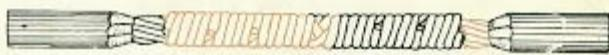

Figura 7
- Repita la misma operación con los alambres del otro extremo, pero esta vez en sentido contrario hasta que quede el empalme como el de la figura 7.